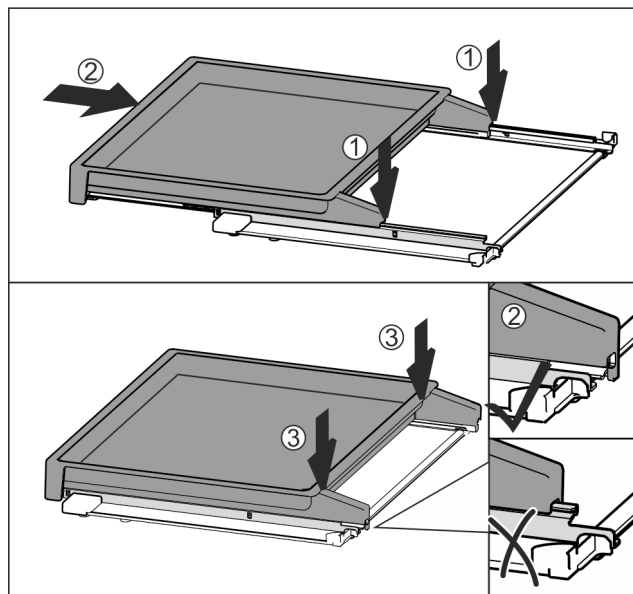

Fig. 79
- ▶ Položite jo na sredino tirnic Fig. 79 (1).
- ▶ Izvlečno polico v celoti potisnite noter Fig. 79 (2).
- ▶ Pritisnite na zadnji strani, da se slišno zaskoči Fig. 79 (3).